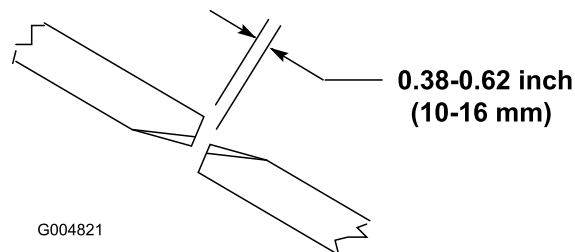

Figure 26
Pour que le plateau de coupe fonctionne correctement, les pointes des lames des plateaux latéraux et du plateau central doivent être espacées de 10 à 16 mm (Figure 26).
2. Tournez une lame centrale et une lame latérale adjacente pour aligner les pointes des lames. Mesurez la distance entre les pointes des lames ; elle doit être d'environ 10 à 16 mm (Figure 26).